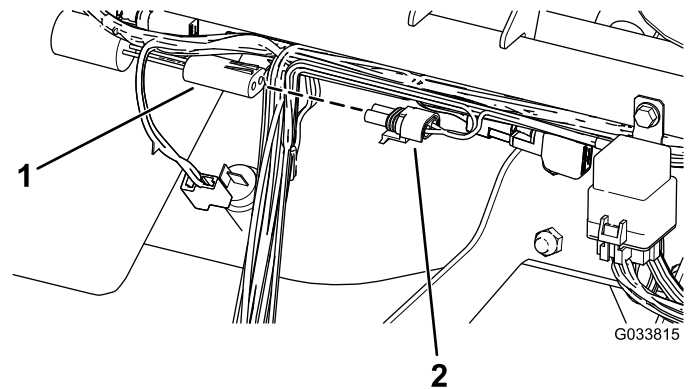

Bild 9
3. Schließen Sie den Kabelbaumanschluss, der mit „one second delay timer“ beschriftet ist, am Verzögerungstimer an (Bild 9).